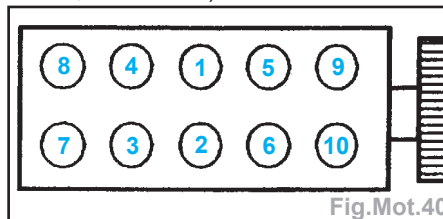

Fig.Mot.40
- Effectuer le serrage de la culasse dans l'ordre suivant (Fig.Mot.40) :
- desserrer les vis (1) et (2),